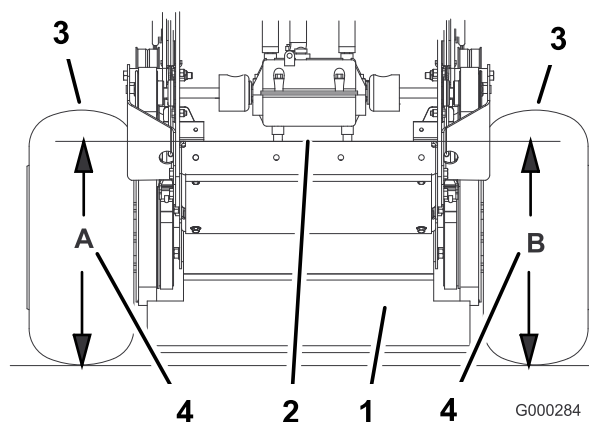

Figure 53
4. Mesurez la hauteur du plancher moteur au point **A** (Figure 53).
5. Mesurez la hauteur du plancher moteur au point **B** (Figure 53).